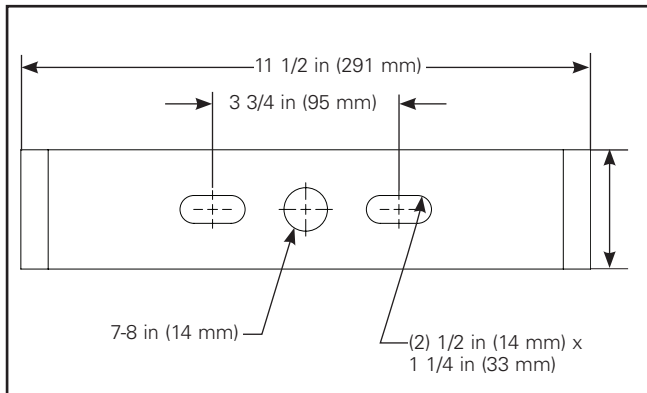

Figura 1.
1. Monte el luminario en la superficie utilizando el patrón de orificios incluido en el soporte giratorio (Figura 1).